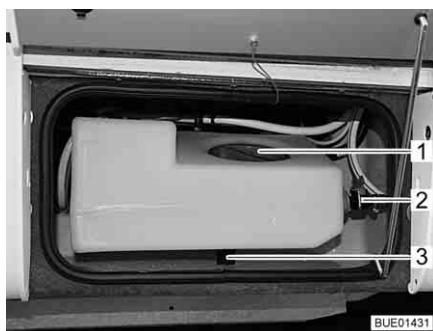
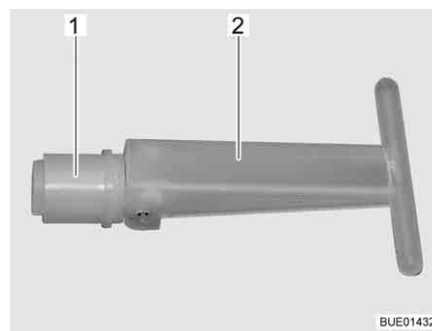

Bild 199 Extra vattentank
Bild 200 Propp
När tömningsventilen (Bild 199,2) är öppen, är extra vattentankens volym begränsad till ca 30 l; överflödigt vatten rinner ut. När tömningsventilen är stängd är hela tankvolymen tillgänglig.
När proppen (Bild 200,1) invändigt i extra vattentanken dras ur, rinner vattnet ut genom utloppet (Bild 199,3). Proppen är åtkomlig via serviceöppningen (Bild 199,1).
- Säkerställ att proppen (Bild 200,1) i extra vattentanken är stängd (handtaget (Bild 200,2) är nedfällt).
- Säkerställ att tömningsventilen (Bild 199,2) är stängd.
- Öppna serviceöppningen (Bild 199,1) i extra vattentanken.
- Ställ handtaget (Bild 200,2) på proppen (Bild 200,1) vertikalt genom serviceöppningen och dra ut proppen.
- Öppna tömningsventilen (Bild 199,2) på extra vattentanken.